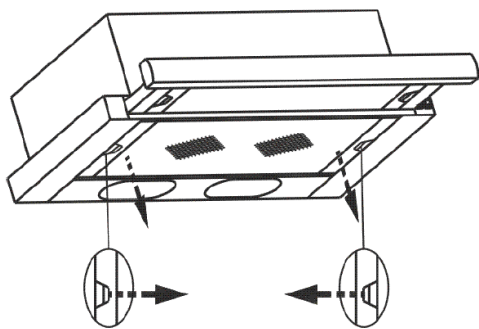

рис. 7
1. Снимите жировой алюминиевый фильтр. Для этого нажмите на пружинный замок на фильтре и потяните его вниз и на себя, как показано на рис. 7.
4. Для очистки алюминиевого фильтра извлеките его из вытяжки (рис. 7) и произведите его очистку с помощью щетки водным раствором нейтрального моющего средства вручную или в посудомоечной машине (при 60°C). Сильно загрязненный фильтр не следует мыть в посудомоечной машине. Старайтесь не сгибать фильтр при мойке.